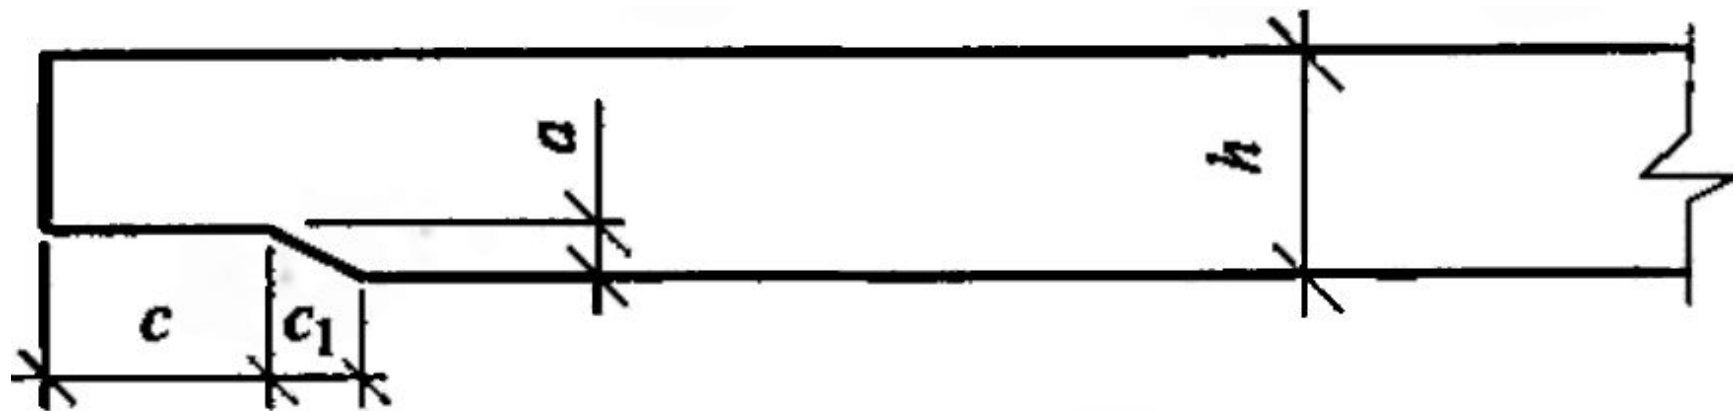

Рис. 7.25. Подрезка на опоре балки: $c \leq h$; $c_1 > 2a$
- 3. В цельных балках на опорах может быть подрезка - рис. 7.25, стр.203